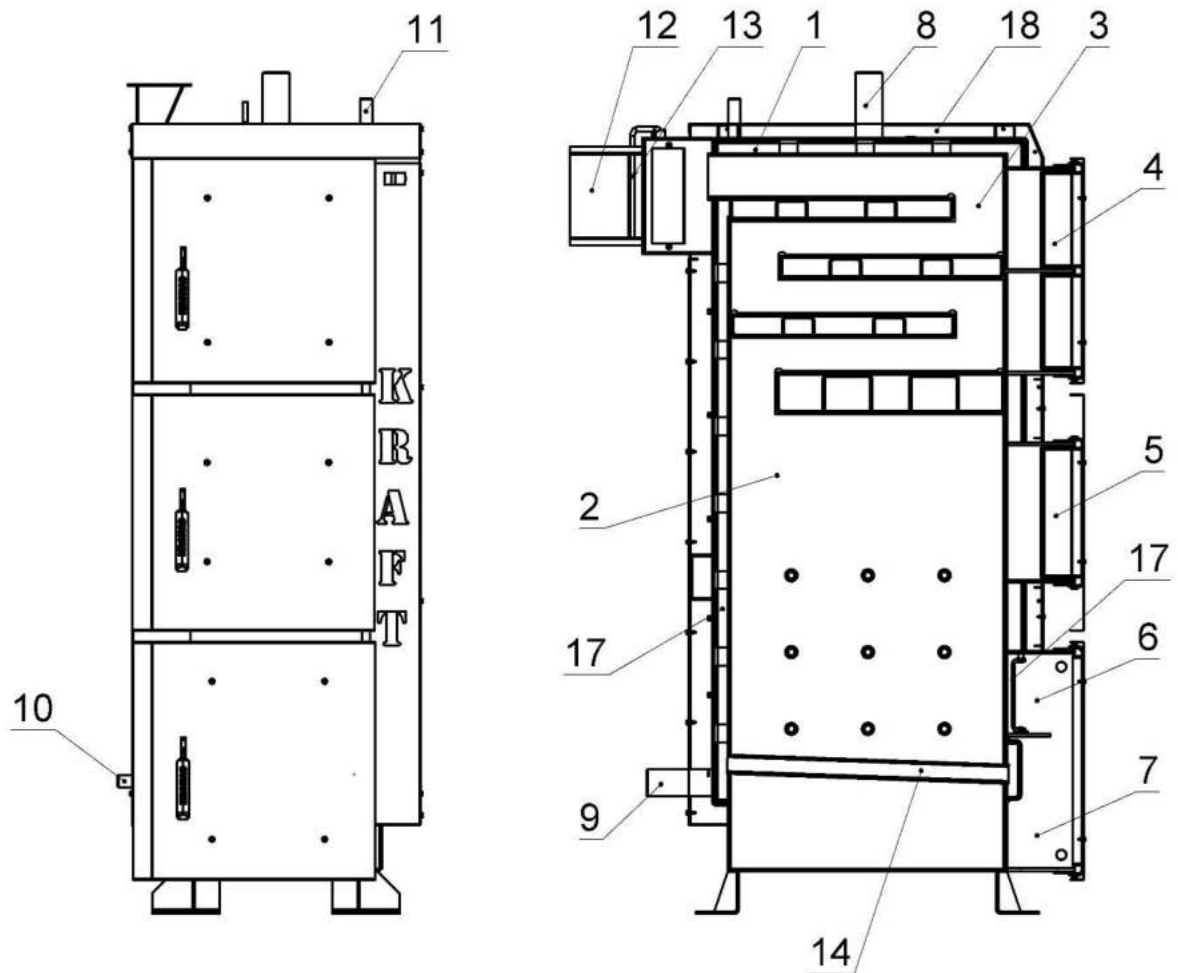

Рисунок 5.1 – Зовнішній вигляд та основні елементи котла типу КТ
Конструктивно котел являє собою збірно-зварену конструкцію, що складається з корпуса (поз. 1, рис. 5.1) з камерою згоряння (топкою) (поз. 2, рис. 5.1). Над топкою розташована конвекційна частина котла (поз. 3, рис. 5.1), що являє собою високоефективний чотирьохходовий теплообмінник.
Корпус котла виконаний в формі паралелепіпеду з подвійними стінками, які розділені водними перегородками (поз. 17, рис. 5.1). На зовнішній поверхні корпуса під декоративною обшивкою закріплена теплова ізоляція. (поз. 18, рис. 5.1). Паливо для процесу спалення завантажується на колосникові ґрати (поз. 14, рис. 5.1) крізь завантажувальні дверцята (поз. 5, рис. 5.1). Колосникові ґрати виконані з товстостінних безшовних труб по яких постійно циркулює вода з водяної оболонки котла, що унеможливорює їх прогорання. Згоряння палива в топці відбувається за участю повітря, яке постачається під колосникові ґрати припливним вентилятором. Кількість повітря, необхідного для процесу згоряння, регулюється автоматично блоком автоматики управління.
Підведення і відведення теплоносія здійснюється відповідно через патрубки зворотної мережної води (поз. 9, рис. 5.1) і прямої мережної води (поз. 8, рис. 5.1).
Топочні гази виходять у димохід крізь боров (поз. 12, рис. 5.1), розташований у задній частині котла. Боров обладнано вбудованим дросельним клапаном продуктів згоряння – шибром (поз. 13, рис. 5.1). У випадку надто високої тяги у димоході шибер дає можливість її знизити шляхом часткового перекривання вихідного отвору борова.
У верхній частині корпусу котла розташований штуцер для встановлення групи безпеки котла (поз. 11, рис. 5.1).
На бічній стінці корпусу у нижній її частині розміщено штуцер для зливу води з котла (поз. 10, рис. 5.1).
- дверцята для періодичного обслуговування (чищення) конвекційної частини котла (поз. 4, рис. 5.1);
- ревізійний дверцята (поз. 6, рис. 5.1) для періодичного чищення колосникових ґрат;
- дверцята зольника (поз. 7, рис. 5.1) для можливості спорожнення зольника.